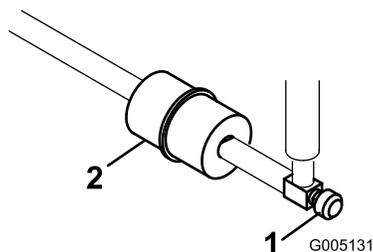

Figura 49
El tubo de combustible lleva incorporado un filtro en línea entre el depósito de combustible y el carburador (Figura 49). Cambie el filtro cada 800 horas o antes si se obstruye el flujo de combustible. Asegúrese de que la flecha del filtro apunta hacia el carburador.
1. Cierre la válvula de cierre de combustible, afloje la abrazadera en el lado del carburador del filtro y retire el tubo de combustible del filtro (Figura 49).
2. Coloque un recipiente debajo del filtro, afloje la otra abrazadera y retire el filtro (Figura 49).